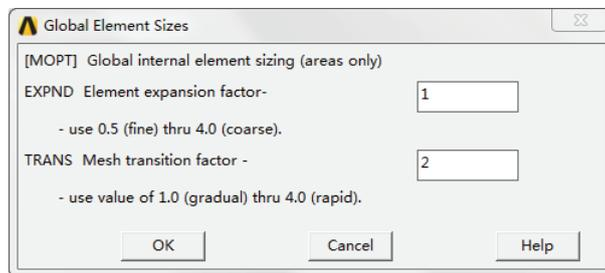

图 5-31 面的总体单元尺寸控制对话框
2) **【Area Cntrls】**：面的总体单元尺寸控制。单击该菜单项，弹出如图 5-31 所示面的总体单元尺寸控制对话框。